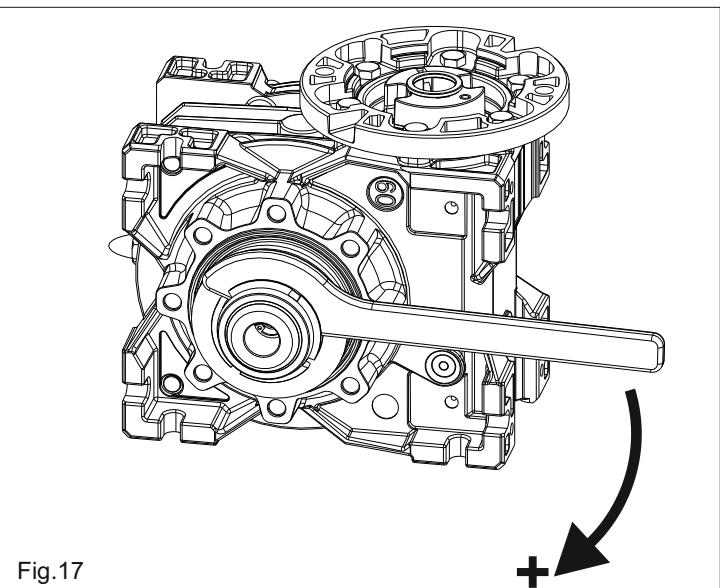

Fig.17
- Pour augmenter le couple, tourner la clé dans **le sens des aiguilles d'une montre** (Fig.17).